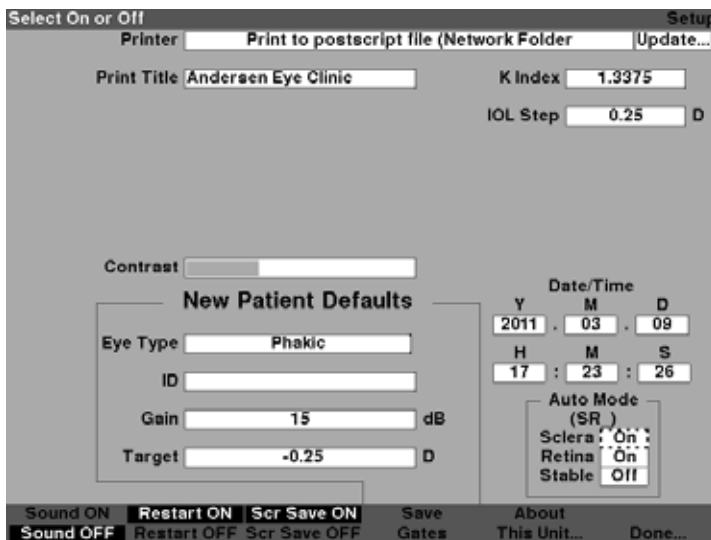

Figura 5-70 Alteração do Modo automático - Ligando o modo Esclera
- Quando o campo de Esclera estiver ativado, gire o botão até ser exibida a palavra “On” (ligado). O Modo automático não será mais disparado pela detecção da esclera conforme mostrado na Figura 5-70.